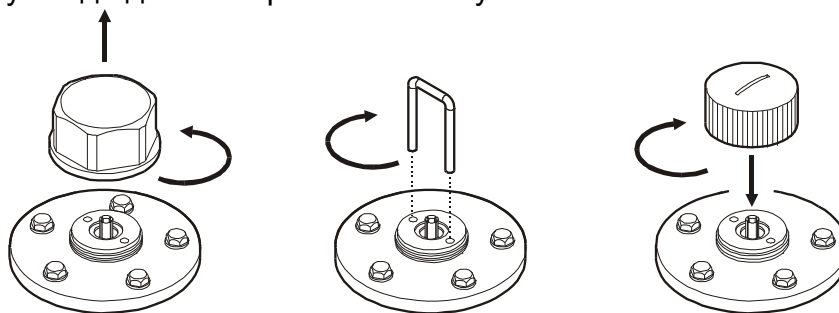

Рис. 10.1 Частичный демонтаж датчика уровня топлива
- Если предполагается эксплуатация ТС до установки новой измерительной головки, то необходимо произвести частичный демонтаж датчика (см. рис. 10.1),.
- При необходимости частично закрутить втулку зонда датчика во фланец, как показано на рис. 10.1.